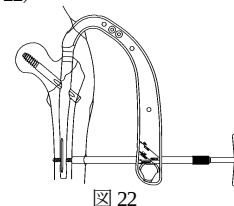

図 22
- 20) 選択した長さのロックングスクリューを、ロックングスクリュー用 T レンチを用いて挿入します。(図 22)